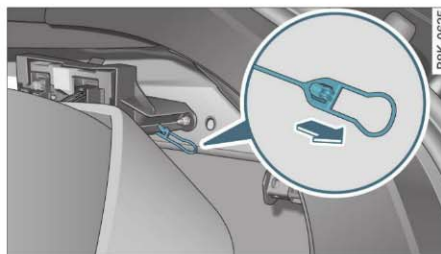

Fig. 216 Portbagajul: Deblocarea de urgență a clapetei de alimentare
- Eliberați urechea din suport și trageți de ea ⇒ fig. 216. Acum puteți deschide clapeta în modul obișnuit ⇒ *pagina 218*. ■